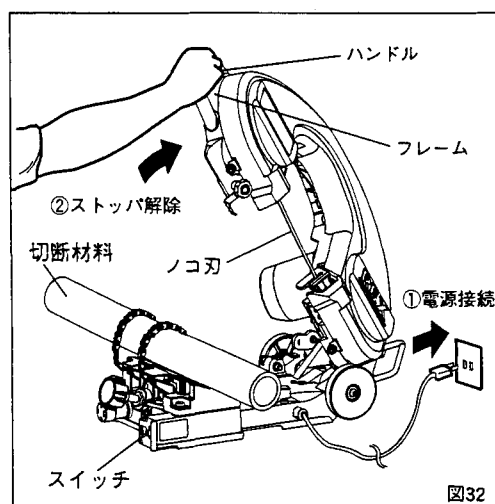
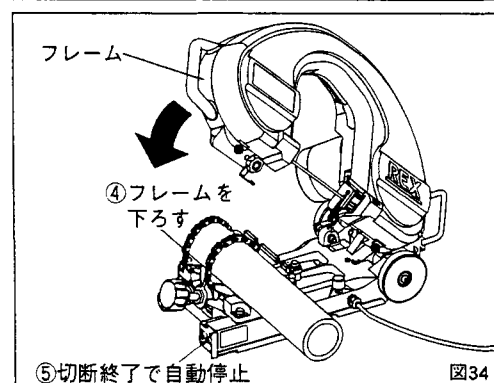

図32
図34
1. 切断作業 (図32～図34)
- ①電源プラグをコンセントに接続します。(図32)
- ②ハンドルを持ち、いったん最上部までフレームを上げてストッパーを解除します。(図32)
- ④ノコ刃が十分に回転速度を上げてからゆっくりと切断材料の上にノコ刃を乗せます。(図34)
- ⑤あとは自動的に切断していき、切断が終了するとスイッチがOFFとなり停止します。(図34)